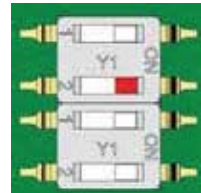

Fig. 5 : Fonctionnement avec 2 fils
- ☒ Faites glisser le commutateur miniature 2 supérieure en position ON (Fig. 5).